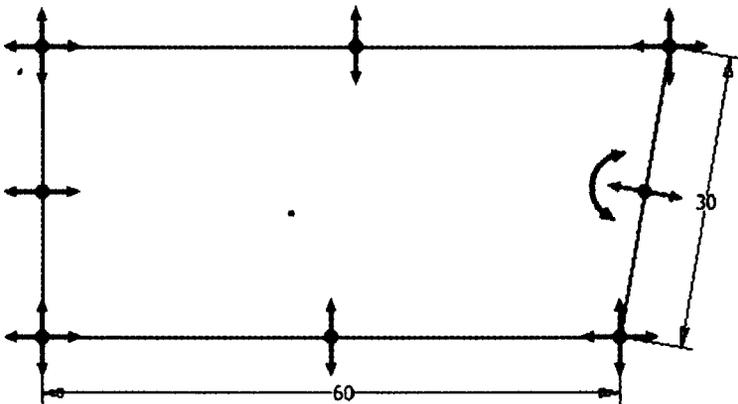

Рис. 3.8. Отображаемые степени свободы на эскизе могут помочь понять, куда добавить зависимость
8. Щелкните правой кнопкой мыши в рабочем пространстве и выберите **Показать все степени свободы**, чтобы увидеть результат как на рис. 3.8.